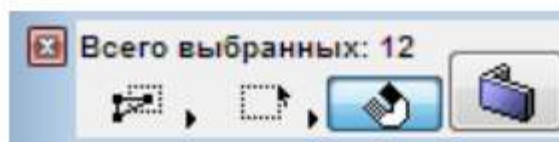

Рисунок 7.31
5. Используя панель **Найти и выбрать**, выделите все окна и двери в наружных стенах, а также некоторые перегородки вместе с дверями (рисунок 7.31) и нажмите клавишу **[Del]**.